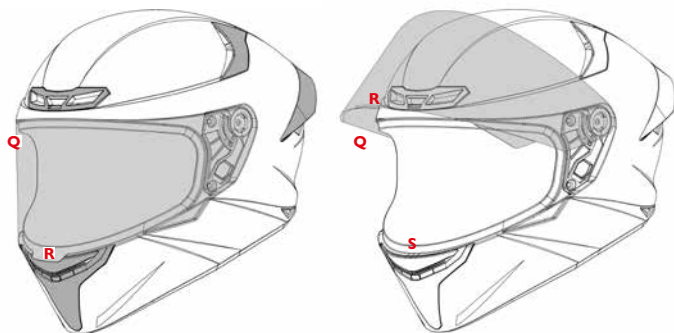

ABBILDUNG 12
**Verstellung** — Abbildung 12